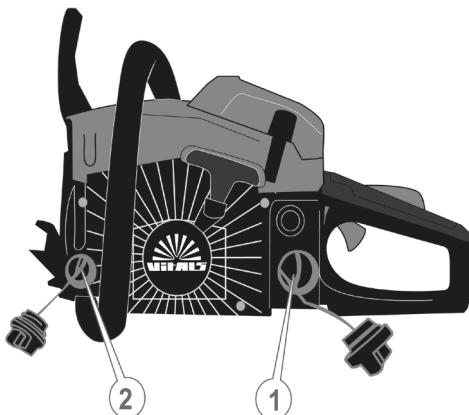

Рисунок 5. Схема розташування горловин бачків для палива та мастила.
відкрутити кришку (1, рис. 5) та через металеву лійку влити суміш, залишивши повітряний прошарок між рівнем палива й горловиною бака для теплового розширення.
5. Повернути кришку паливного бачка (1, рис. 5) на місце.
5.1.5.1 Заправлення мастила для змащування ланцюга (рис. 5).
2. Ретельно очистити поверхню навколо мастильногого бачка та кришки бачка для заливання мастила (2, рис. 5) від забруднень, щоб не допустити потрапляння тирси, частинок – пилу та бруду всередину.